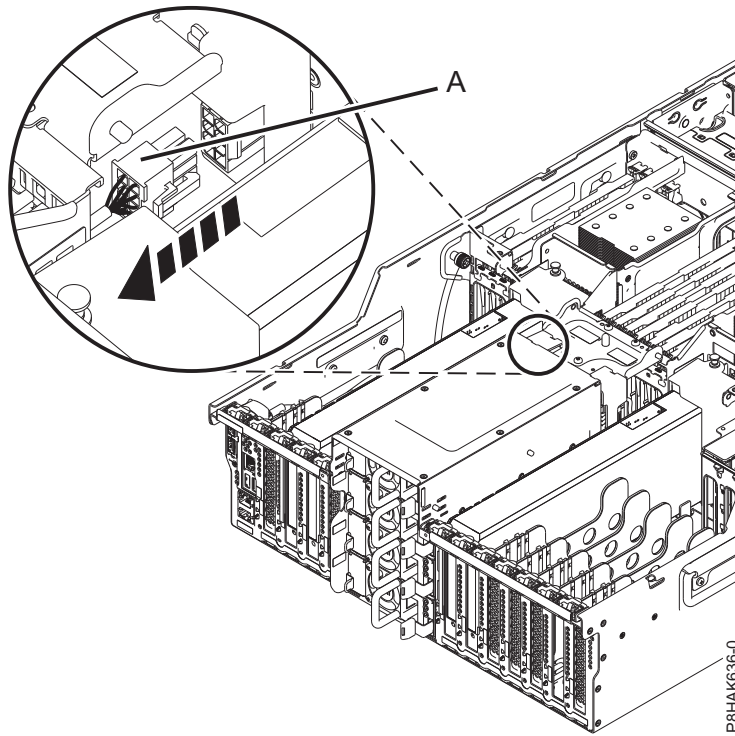

Figura 34. Desconexión de los cables de alimentación para el adaptador PCIe del adaptador GPU en el sistema 8247-42L
3. Si está extrayendo el Adaptador PCIe GPU gen3 x16 (FC EC47 o EC4B), desconecte el cable de alimentación auxiliar (**A**) de sus conectores en la placa posterior del sistema, tal como se muestra en Figura 34 en la página 42.